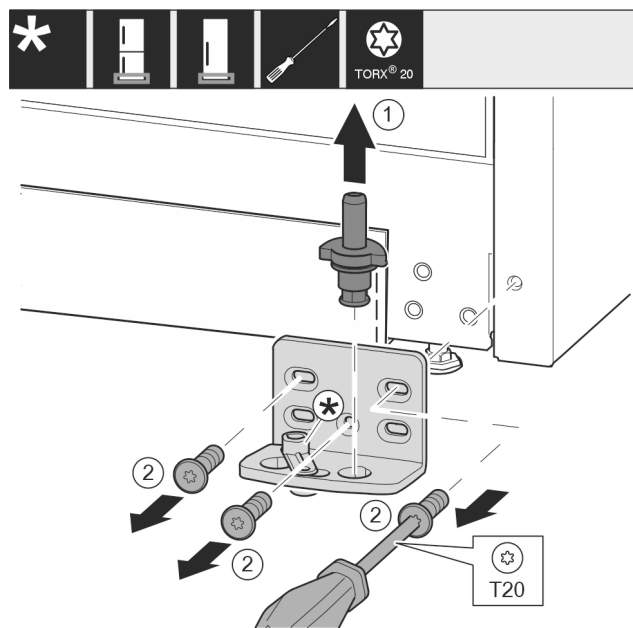

Fig. 10
- ▶ Izvucite podložak ležaja kompletno prema gore. Fig. 10 (1)
- ▶ Odvijačem T20 odvijte vijke i skinite podložak ležaja. Fig. 10 (2)